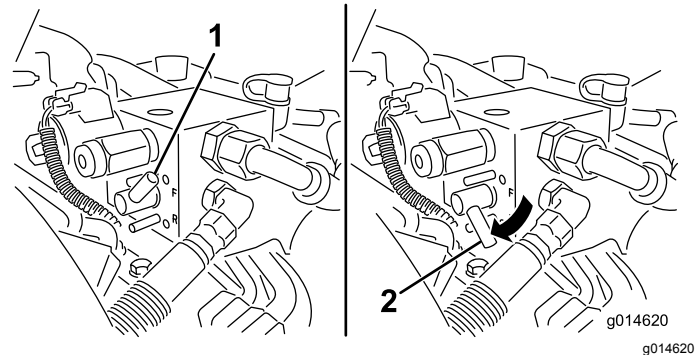

Bild 49
5. Drehen Sie den Läpphebel auf RÜCKWÄRTS (R) (Bild 49).